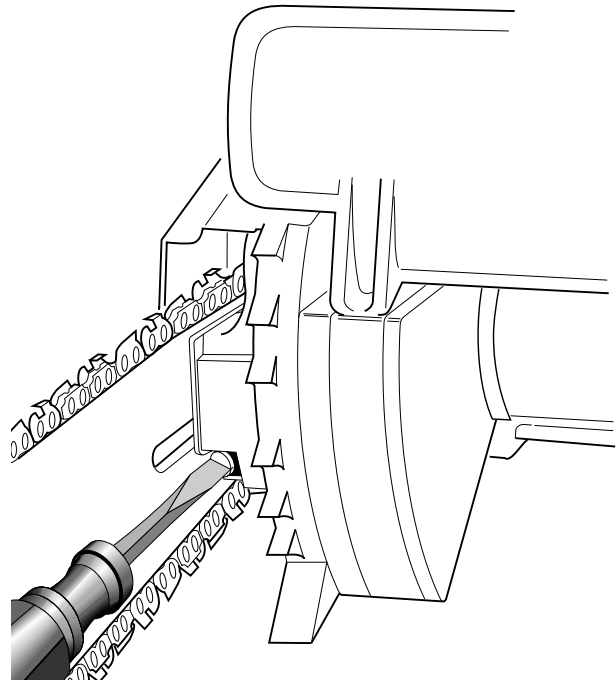

Figure 14 - Pour tourner la vis de réglage
2. Tourner la vis de réglage dans le sens horaire jusqu'à ce que tout le mou ait disparu de la chaîne. (Voir la figure 14.)